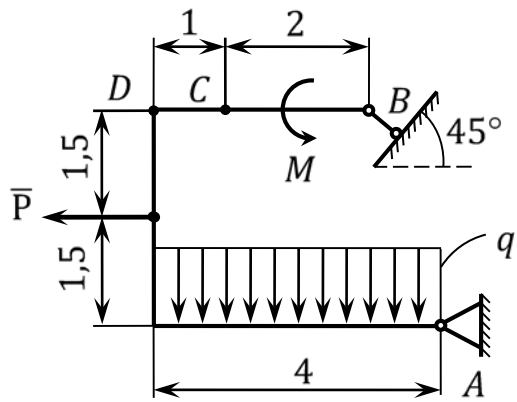

Рис. 2.1
2.4. Жесткая рама (рис. 2.1 – 2.6) закреплена в точке A шарнирно, а в точке B прикреплена к шарнирному невесомому стержню или к шарнирной опоре на катке. Расстояния на рисунках показаны в метрах.